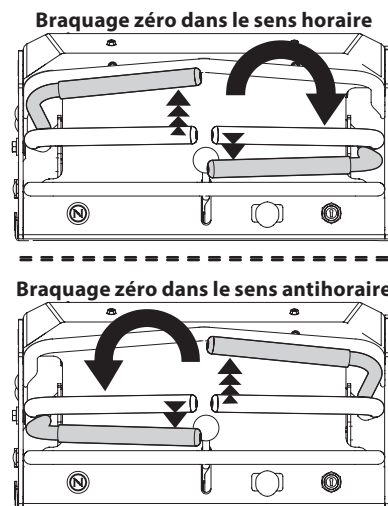

Figure 15
2. Pour tourner dans le sens horaire, déplacez le levier de contrôle gauche de la barre abdominale vers l'avant tout en déplaçant simultanément le levier de contrôle de la barre abdominale droite vers l'arrière (Figure 15).
3. Pour tourner dans le sens anti-horaire, déplacez le levier de contrôle droit de la barre abdominale vers l'avant tout en déplaçant simultanément le levier de contrôle de la barre abdominale gauche vers l'arrière (Figure 15).